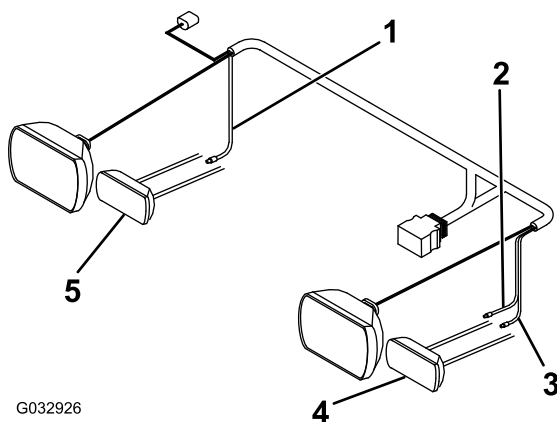

Figure 17
5. Reliez le fil rose du long faisceau de câblage au fil du clignotant droit à l'aide d'un connecteur bout-à-bout (Figure 17).
6. Reliez le fil violet du long faisceau de câblage au fil du clignotant gauche à l'aide d'un connecteur bout-à-bout (Figure 17).
7. Reliez le fil jaune du long faisceau de câblage au fil du feu de stationnement gauche à l'aide d'un connecteur bout-à-bout (Figure 17).